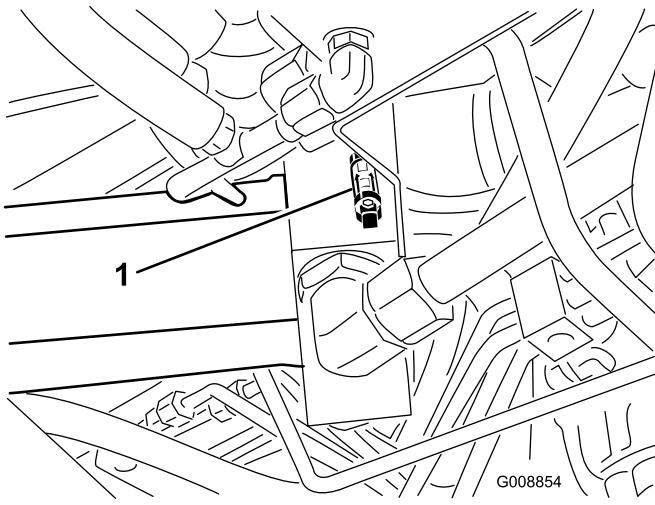

Bild 84
**Hinweis:** Auf jeder Filterbefestigung befindet sich eine Wartungsanzeige für den Filter. Prüfen Sie die Filteranzeigen (Bild 84) alle 50 Stunden auf Verstopfungen in den Filtern. Wenn der gelbe Kolben in der Anzeige im roten Bereich ist, müssen Sie den Filter austauschen.